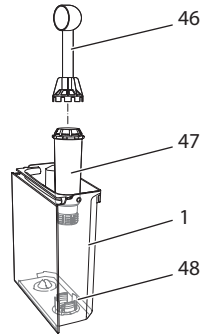

Bild 25: Skruva fast/lossa vattenfiltret
- Ta ut vattenfiltret när maskinen uppmanar dig till det (se Bild 25, sida 187).